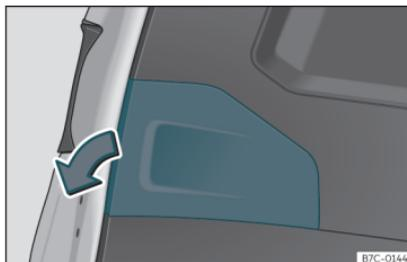

Fig. 51 Portellone posteriore aperto: estrarre il coperchio.
- Rimuovere la copertura del portellone nella direzione della freccia»» fig. 51.